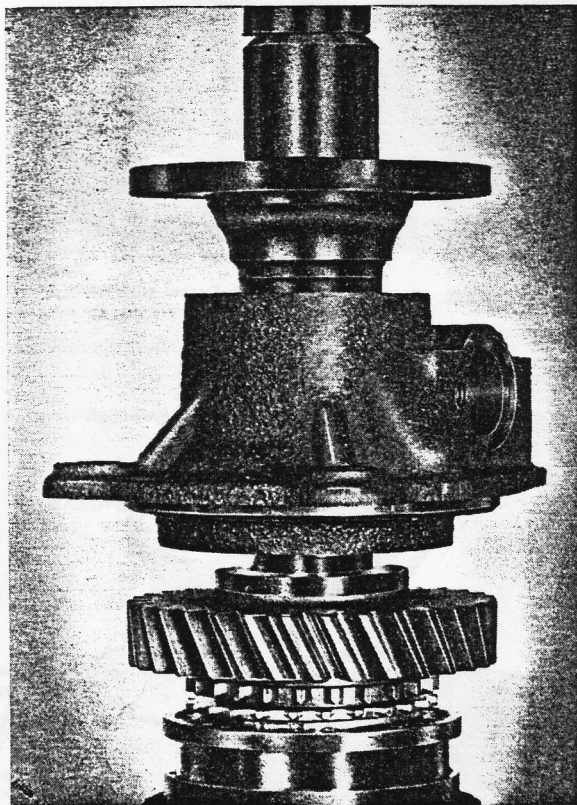

Bild 3-23. Hinteren Deckel anbauen
4. Druckscheibe, Synchronring, Zahnrad für den 1. Gang (33. Bild 3-31) und Druckscheibe (35) auf die Hauptwelle schieben. Hinteren Deckel auf die Hauptwelle aufsetzen; dabei darauf achten, dass das Tachometerantriebsrad genau auf der Hauptwelle sitzt. Abtriebsflansch (42) aufsetzen und mittels einer passenden Buchse mit dem hinterem Deckel zusammen auf die Hauptwelle aufstreifen, siehe Bild 3-23.